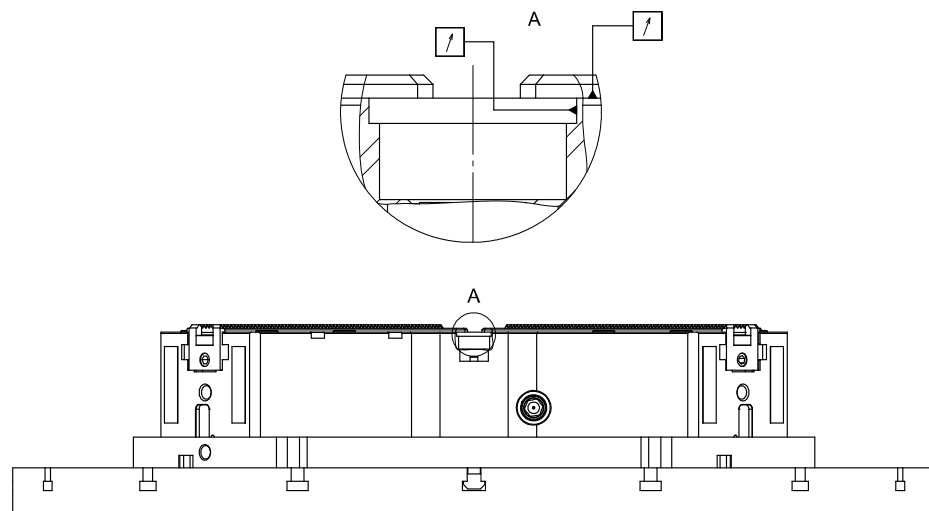

Fig. 3-4: Controllo dell'oscillazione radiale e assiale del mandrino di serraggio
Passo 12 Controllare nuovamente l'oscillazione assiale e radiale del mandrino di serraggio. Sono ammessi 0,05 mm. Rimuovere allo scopo l'inserimento filettato (3). La misurazione avviene sul foro al di sopra della filettatura e sulla superficie piana circostante (vedi la Fig. 3-4).
Passo 13 Chiudere i fori delle viti di fissaggio esterne (2) con le coperture (1).